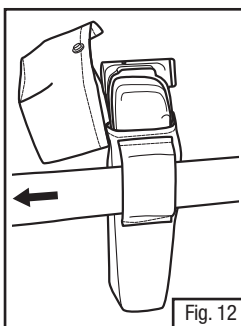

Fig. 12
5. Depois de garantir que o adaptador e a bateria estão totalmente encaixados na parte inferior do estojo, posicionar o estojo no cinto de modo que ele está localizado no lado direito do usuário (Fig. 12).